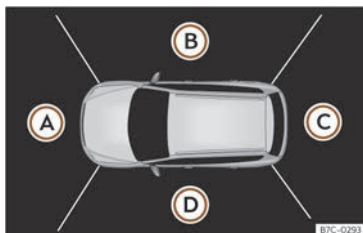

Fig. 138 Visualización do sistema de visión periférica: perspectiva aérea.
Pódese escoller entre catro vistas diferentes >>> **fig. 138:**
Combinando as imaxes de todas as cámaras xérase a perspectiva aérea >>> **fig. 138**. A perspectiva aérea pódese seleccionar premendo sobre o vehículo dentro da zona.
>>> **fig. 138** (A) a (D) da perspectiva aérea ou da perspectiva aérea reducida, pódese seleccionar a vista correspondente.
Na pantalla do sistema de infotainment amósase a perspectiva aérea >>> **fig. 138**. Se preme a tecla circulando a máis de 15 km/h (9 mph), non se amosará a imaxe.